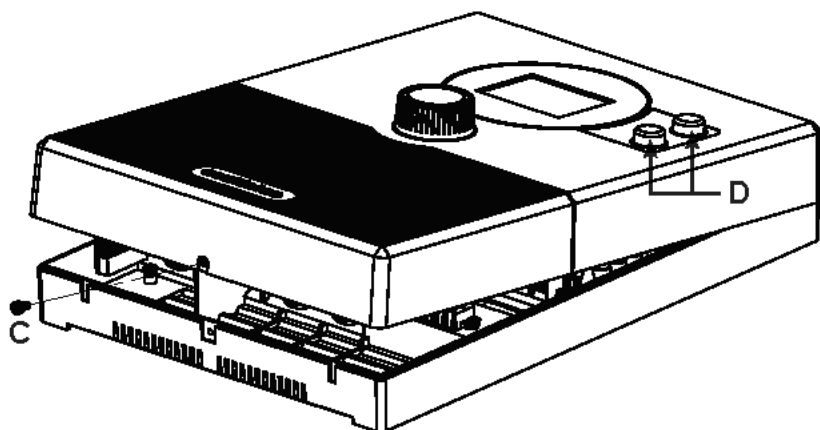

Fig. 2 Rimozione del coperchio dell'alloggiamento
2. Rimuovere con un cacciavite la vite dell'alloggiamento **C** e sollevare il coperchio dell'alloggiamento dal lato inferiore (vedi Fig. 2).